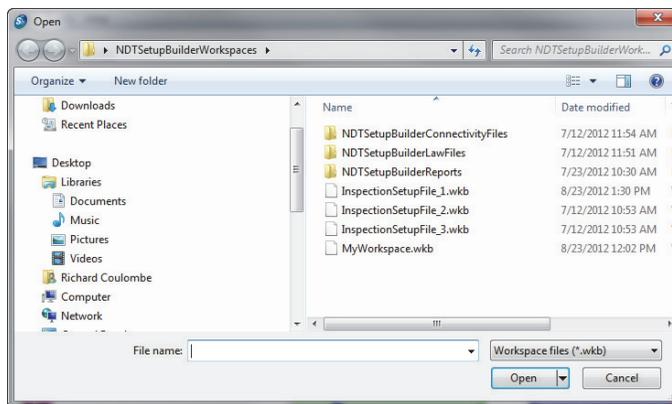

Рис. 6-1 Диалоговое окно Open для открытия рабочей области
2. В диалоговом окне **Open** выберите желаемый файл рабочей области (см. Рис. 6-1 на стр. 64).